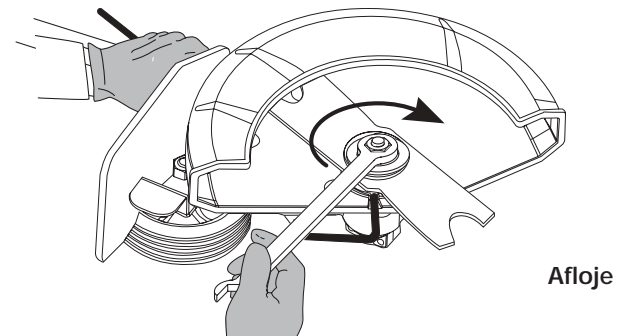

Fig. 31
3. Mientras sostiene la varilla de cierre, afloje la tuerca de la cuchilla girándola **en sentido horario** con una llave de 5/8 pulgadas (Fig. 31). Saque la tuerca, la arandela de retención y la cuchilla. Guarde la tuerca y el retén de la cuchilla para la instalación.